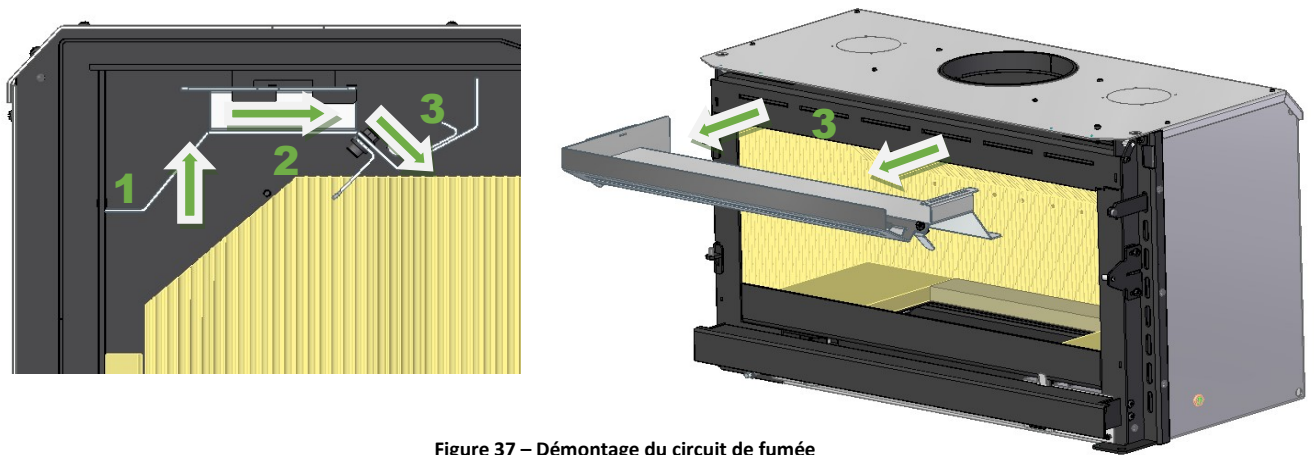

Figure 37 – Démontage du circuit de fumée
2. Retirez le canal de fumée (B) en le poussant vers le haut du récupérateur (1). Déplacez ensuite le canal de fumée vers l'avant (2), il se détache et retirez-le en le faisant glisser vers le bas (3), Figure 37.